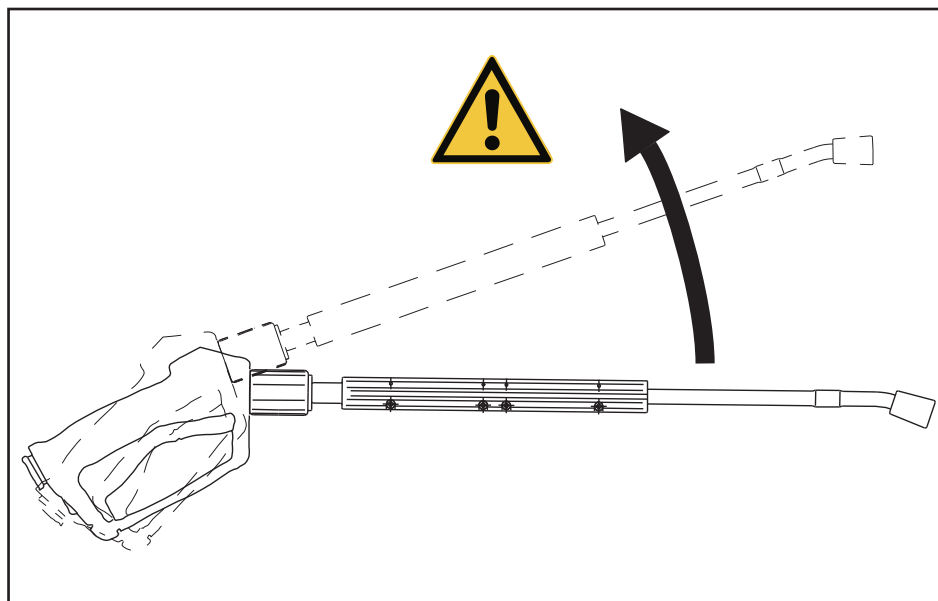

Abb. 6 - 5 Rückstoßkraft beim Einschalten der Schaltpistole
Nach Aktivierung der Schaltpistole übt der austretende Wasserstrahl eine ruckartige Rückstoßkraft aus (siehe auch Abb. 6 - 5).
- ▶ An der Schranktürfront den Hauptschalter Start - Stop (1, Abb. 6 - 1) in Stellung I bringen. Der Hochdruckreiniger läuft an. Die Pumpe fördert zunächst Luft aus der Hochdruckdüse. Nach kurzer Zeit tritt dann Wasser aus.
- Heißwasser (2, Abb. 6 - 1):